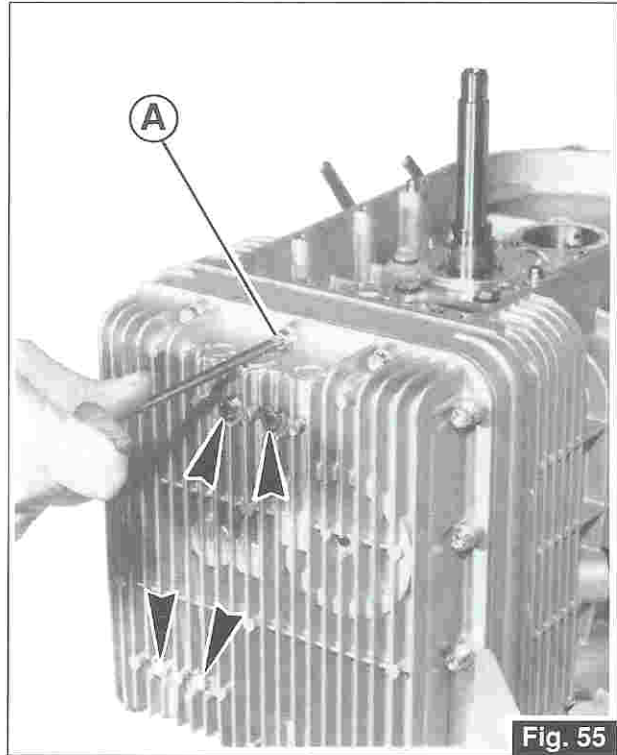

Fig. 55
- Svitare le 14 viti periferiche «A» di tenuta della coppa al basamento, dopo aver tolto le 4 viti di accoppiamento dei condotti interni indicate dalle frecce (Fig. 55).
- *Unscrew the 14 outer screws «A» that secure sump to crankcase after removing the 4 coupling screws of the inner ducts marked with the arrows (Fig. 55).*